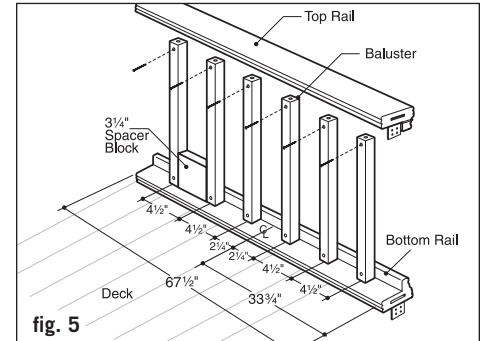

fig. 5
Step 7: Determine the spacing of the balusters, 4-1/2" maximum on-center and equal spacing for the end spacing. Start by finding the center of the rail. Rail length ÷ 2 = center of rail. Start the first balusters 2-1/4" on-center each side of the center line for 4-1/2" on-center spacing. Mark every 4-1/2" from these lines to each end. This will leave the end spacing 4" or less on both ends and require 14 balusters (Figure 5). **Tip:** Cut a (3-1/4) spacer block for the spacing between balusters.
(4-1/2" on-center). Start at the center of the rail and work out to the ends. Using the baluster as a guide, drill 1/8" holes in the bottom rail at each baluster location 1/2" deep. Use spacer block to space next baluster. Working toward the ends, drill and attach each baluster with 1-3/4" long screws except for attaching the last two on each end (Figure 5).
Étape 7 : Déterminez l'écart de balustres, 4 1/2 po maximum de centre-à-centre et un espacement égal pour l'espacement d'extrémité. Commencez en trouvant le centre de la traverse. Longueur de traverse ÷ 2 = centre de la traverse. Commencez les premiers balustres 2 1/4 po de centre-à-centre chaque côté de la ligne centrale pour un espacement centre-à-centre de 4 1/2 po. Marquez tous les 4 1/2 po de ces lignes à chaque extrémité. Ceci laissera l'espacement d'extrémité à 4 po ou moins aux deux extrémités et exige 14 balustres (figure 5). **Conseil :** Coupez une cale (3 1/4 po) pour l'espace entre les balustres.